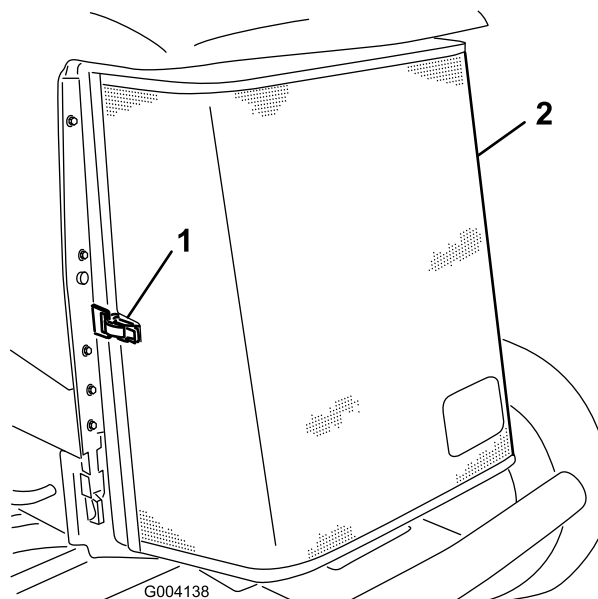

Рисунок 104
5. Расфиксируйте заднюю решетку и поверните ее, чтобы открыть (Рисунок 104).